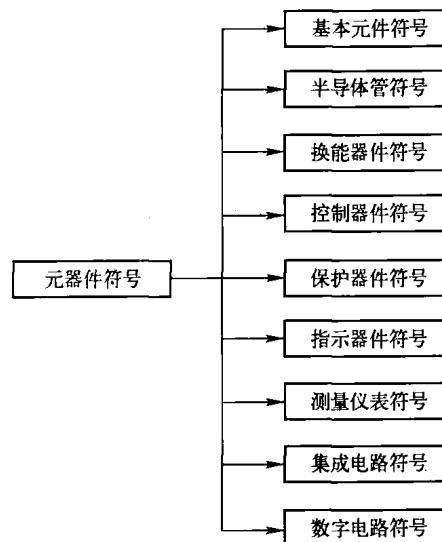

图 1-6 元器件符号的种类
(1) 元器件的图形符号包括电阻器、电容器、电感器和压电晶体等基本元件的符号，半导体二极管、晶体闸流管、晶体管、场效应管、光电器件、电子管、显像管和显示器件等半导体管和电子管类元器件的符号，电机、变压器、变流器、电池、电声器件、磁头和天线等换能器件的符号，开关和触点、继电器、熔断器、避雷器、接插件、测量仪表和信号器件等控制、保护与指示器件的符号，以及集成电路和数字电路的符号等，如图 1-6 所示。